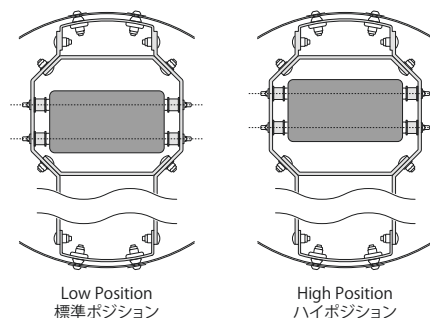

Fig.3
- To get maximum trigger response of the Bass Drum Pad, adjust the height of the pad, so the pedal beater comes in contact with the center of the Bass Drum Pad (Fig.3).
- BDパッドは、ピーターの位置に合わせて標準ポジションとハイポジションのセッティングが可能です (Fig.3)。